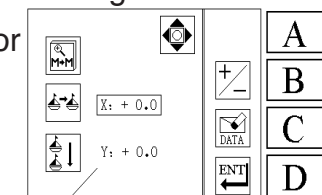
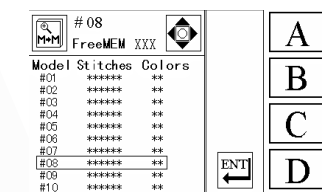

Fig. 5.4.8
Fig. 5.4.9
11. Na Fig. 5.4.8, pressione as teclas de direção  e  para mover o cursor para cima ou para baixo sobre o código de um desenho armazenado que será usado.
12. Na Fig.5.4.8, pressione a tecla **D** para confirmar o desenho sobre o qual o cursor está localizado, e entre na etapa seguinte (Fig.5.4.9).
13. Na Fig.5.4.9, pressione as teclas de direção  e  para mover o cursor para os parâmetros que necessitam serem fixados.